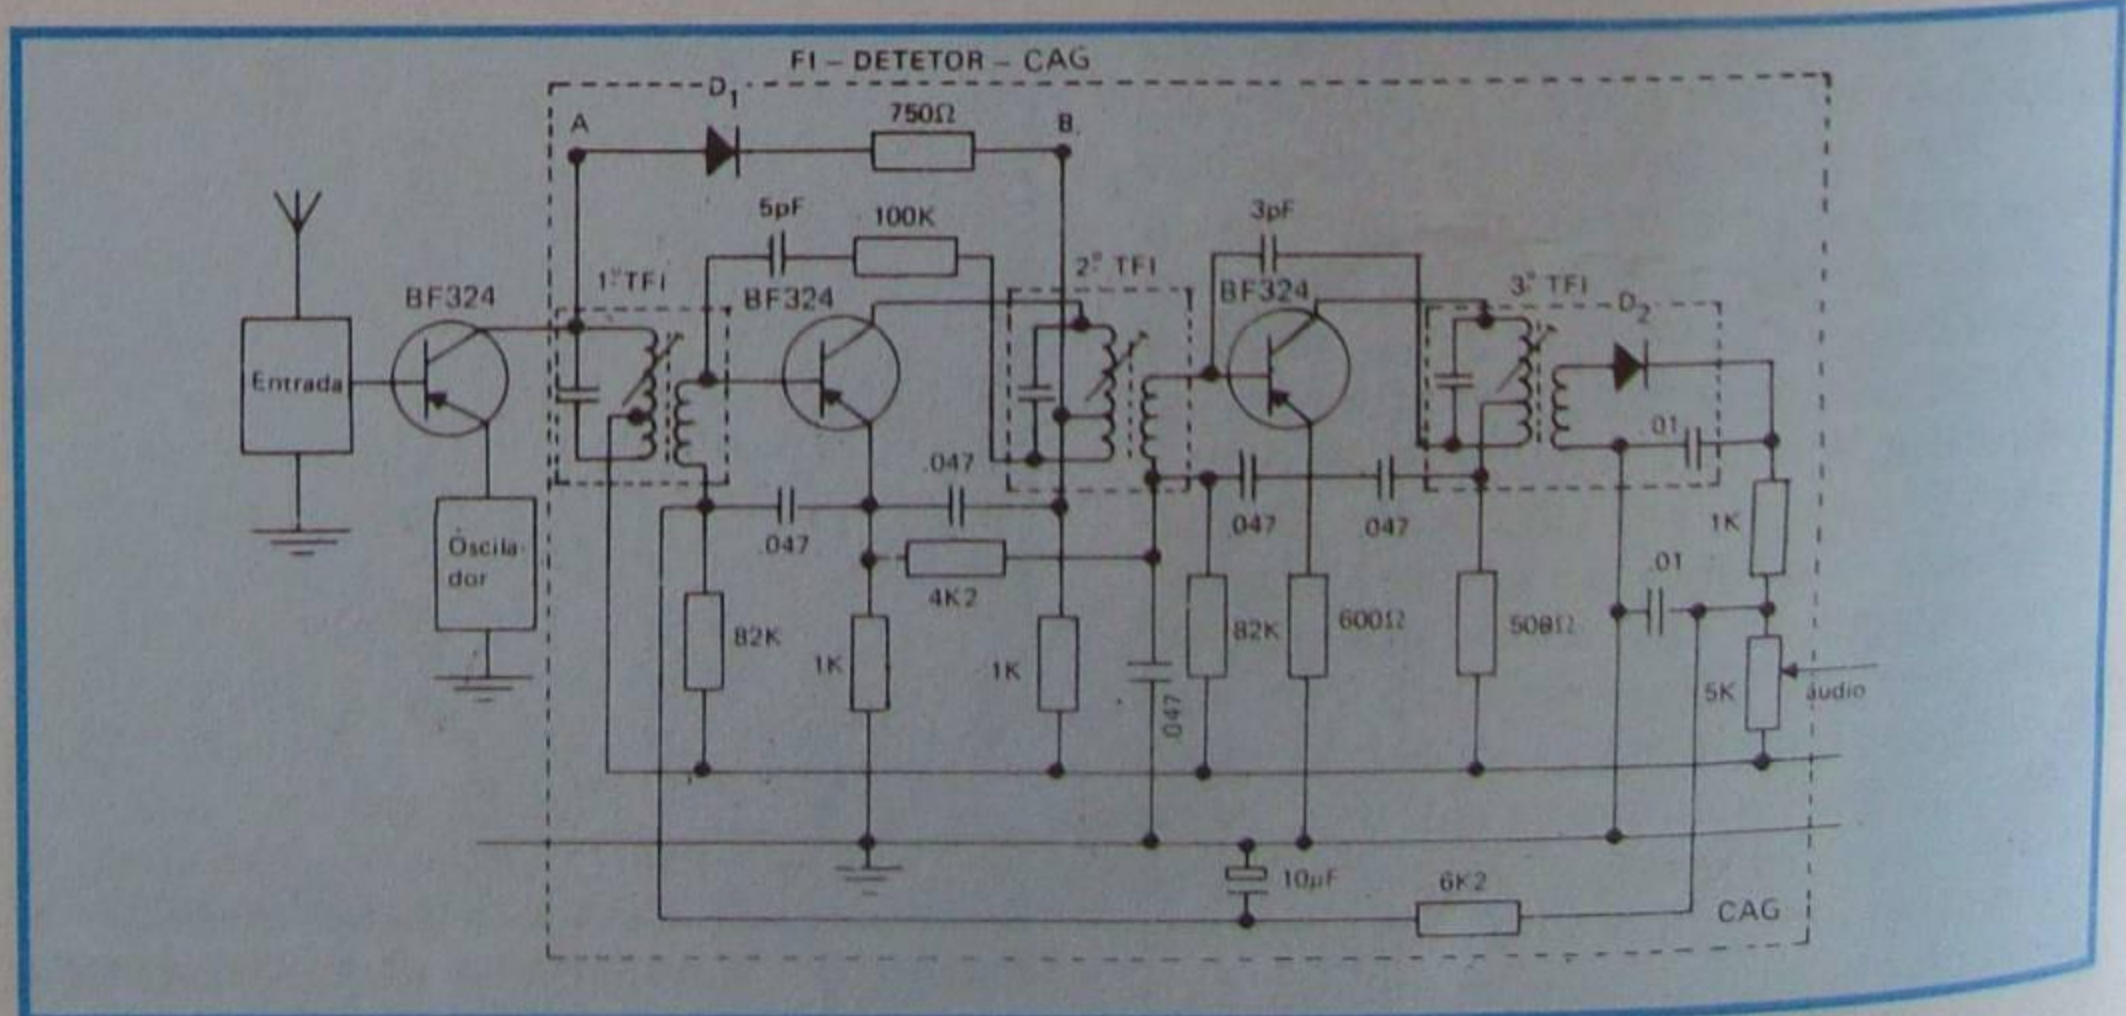
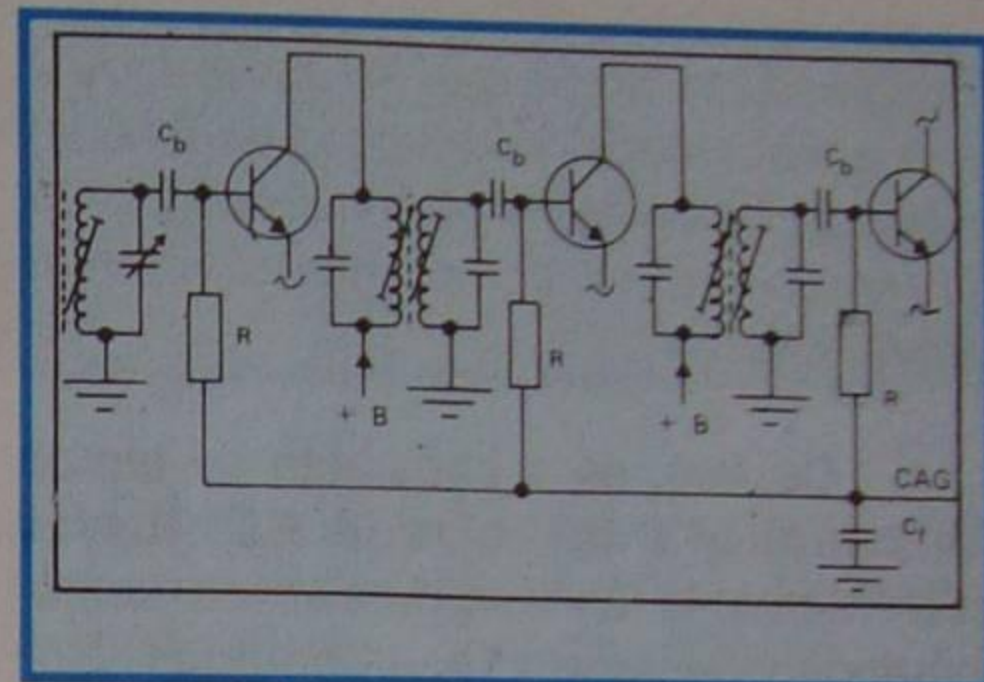

Figura 24 - Amplificador de FI com CAG série.
Figura 25 - Amplificador de FI com CAG paralelo.
Na **figura 24**, mostramos um amplificador de FI transistorizado com seus valores típicos. É comum o emprego de duas etapas amplificadoras de freqüência intermediária, isto porque uma só é insuficiente para proporcionar o ganho requerido. Atualmente, graças ao desenvolvimento de transistores especiais, que apresentam elevado ganho de tensão em freqüências altas (quando a freqüência em questão é a de FI, este ganho é chamado de **ganho de conversão**) e alta resistência de saída, já é viável o emprego de apenas um estágio amplificador de FI, principalmente nos pequenos
O controle automático de volume (ou ganho) do tipo simples está indicado, tanto na figura 24 como na figura 25, havendo a acrescentar, a não ser sobre o modo de alimentar as bases pela tensão de CAG, que pode ser:
**Série** - em que a tensão é aplicada às bases em série com o enrolamento do transformador. O CAG da figura 24 é do tipo série.
**Paralelo** - no qual a tensão é aplicada às bases em paralelo com o enrolamento do transformador. Na figura 25, mostramos o esquema desse tipo de alimentação. Para aplicar a alimentação em paralelo é necessário usar capacitores de bloqueio  $C_b$ , que deverão proporcionar livre passagem à frequência de FI e, ao mesmo tempo, atuar como capacitores de filtro de CAG.
Devido à baixa resistência que deve ser empregada nos circuitos transistorizados, é exigido valor elevado de capacitância. No circuito da figura 24, por exemplo, o filtro de CAG é formado pelo resistor de 6K2 e capacitor de 10  $\mu$ F. A constante de tempo do conjunto é: